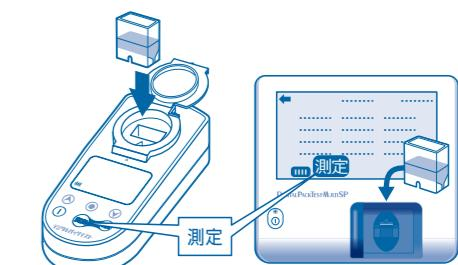

図12
- ⑫水質計に専用カップをセットして「測定」を押すと、6価クロムの測定値が表示されます。(図12)